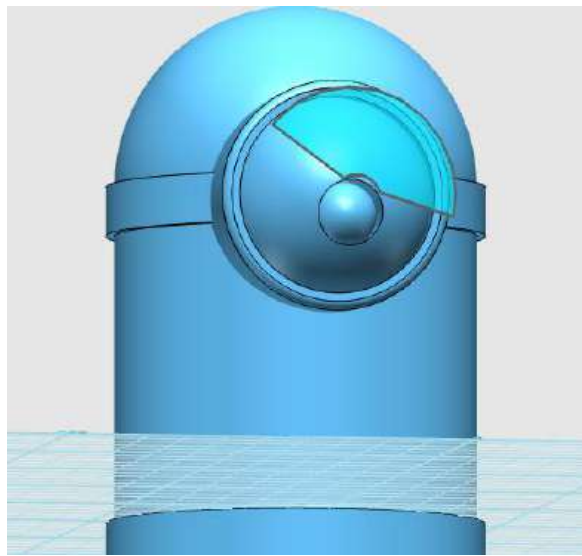

图 1-20
Step 20 点击确定，草图绘制完毕，如下图 1-20 所示：